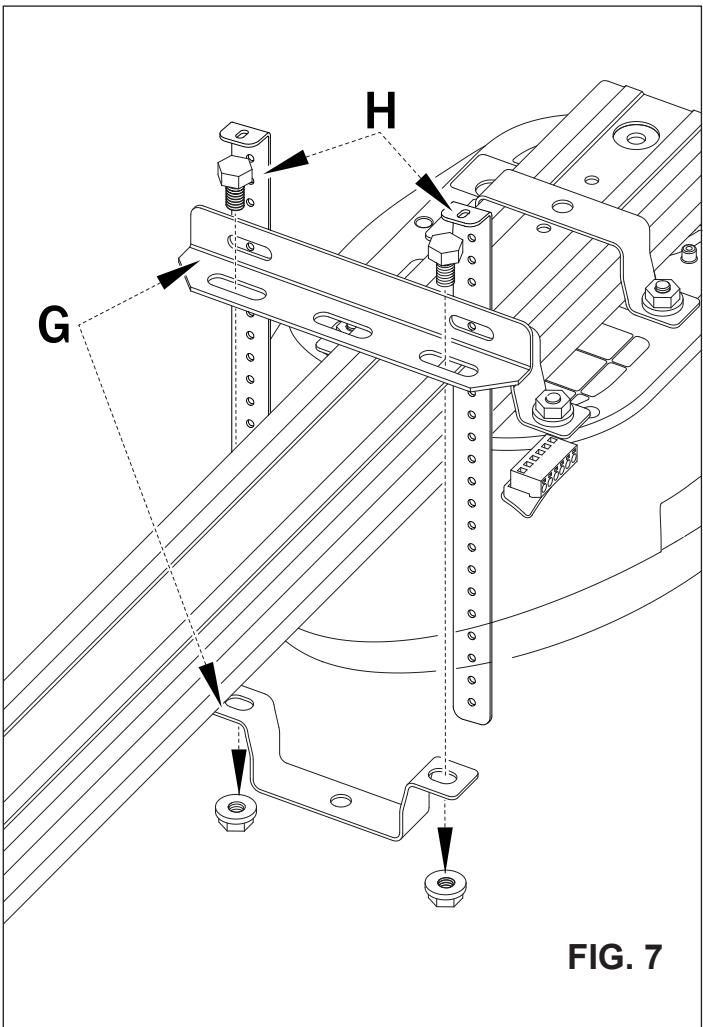

FIG. 7
- B) Fissare le staffe (**G**), appena prima del corpo motore, in prossimità del punto individuato per il fermo meccanico, facendo attenzione al fissaggio in bolla dell'automazione (fig. 7).
- C) Fissare le staffe di fissaggio a soffitto (**H**) ed eventualmente rimuovere le parti in eccedenza (fig. 7).
- B) Fasten the brackets (**G**), immediately before the motor body, next to the identified point for the mechanical stop and secure the automation system making sure it is level (fig. 7).
- C) Secure the fixing brackets to the roof (**H**) and remove the excess parts, if necessary (fig. 7).
- B) Die Bügel (**G**) kurz vor dem Motorgehäuse, bei der Stelle für den mechanischen Feststeller befestigen, dabei darauf achten, dass der Antrieb nivelliert befestigt wird (Abb. 7).
- C) Die Befestigungsbügel an der Decke (**H**) befestigen und ggf. die überschüssigen Teile entfernen (Abb. 7).
- B) Fixer les brides (**G**), à peine avant le corps du moteur, à proximité du point repéré pour la butée mécanique, en faisant attention à la fixation à niveau de l'automatisme (fig. 7).
- C) Monter les brides de fixation au plafond (**H**) et éventuellement retirer les parties en excès (fig. 7).
- B) Fijar los estribos (**G**) apenas antes del cuerpo del motor, cerca del punto identificado para el tope mecánico, prestando atención a que la fijación de la automatización (fig. 7) esté nivelada.
- C) Fijar los estribos de fijación en el techo (**H**) y retirar el excedente si hubiere (fig. 7).
- B) Fixe os suportes (**G**), imediatamente antes do corpo do motor, próximo ao ponto identificado para o retentor mecânico, prestando atenção ao nívelamento do automatismo (fig. 7).
- C) Fixe os suportes de fixação no teto (**H**) e, se necessário, remova as peças em excesso (fig. 7).
- B) Bevestig de beugels (**G**), net vóór het motorhuis, nabij het aangewezen punt voor de mechanische pal, en let op dat de automatisering genivelleerd wordt bevestigd (afb. 7).
- C) Bevestig de bevestigingsbeugels op het plafond (**H**) en verwijder eventueel het overtollige deel (afb. 7).
- B) Zamocować uchwyty (**G**) tuż przed korpusem silnika, w punkcie zaznaczonym pod montaż mechanicznego ogranicznika. Zwrócić uwagę na to, aby automat był po zamocowaniu wypoziomowany (rys. 7).
- C) Zamocować uchwyty mocujące na suficie (**H**) i ewentualnie usunąć nadmiar (rys. 7).